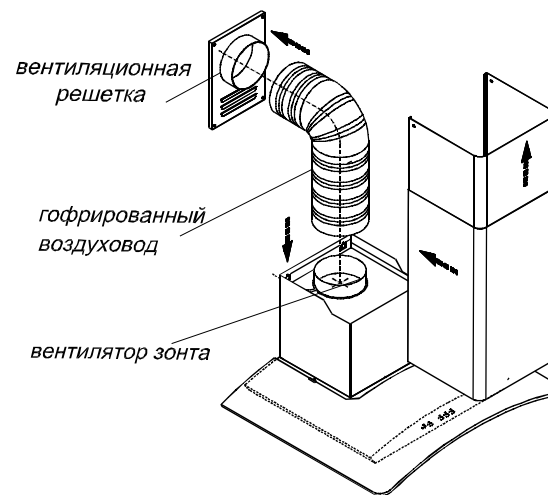
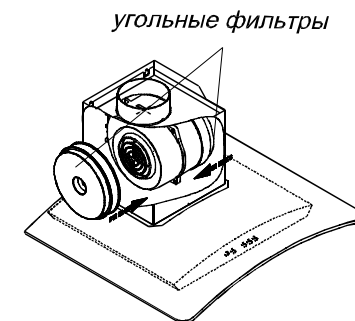
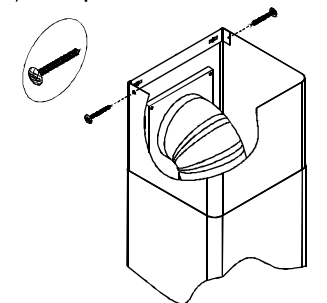
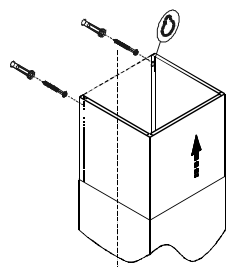

РИС. 8
РИС. 9
РИС. 10
РИС. 5
6.5. В зависимости от режима эксплуатации зонта соедините вентилятор с вентиляционной решеткой полужестким гофрированным воздуховодом (рис. 8) или установите на вентилятор угольные фильтры (рис. 9).
6.6. Для зонтов “Аметист”, “Аквамарин”, “Кристалл 90”, “Топаз 90”. Установите фальштрубы (рис. 8). Выдвиньте верхнюю фальштрубу, оденьте ее на кронштейн (рис. 10) и закрепите винтами самонарезными (поз. 18, рис. 2).
Установите фальштрубы (рис. 8). Выдвиньте верхнюю фальштрубу и навесьте ее на ввернутые шурупы через отверстие типа “замочная скважина” (рис. 5).
6.3. Крепление верхней фальштрубы для зонтов “Кристалл-50,60”, “Лазурит”, “Топаз-50,60” (рис.5) :